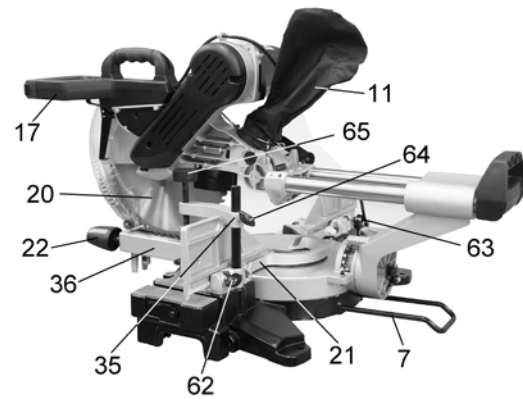

Рис. 12
10.5.7. Параллельность лазерной линии с линией распила на заготовке регулируйте поворотом лазерного указателя (27), предварительно ослабив его крепление винтом (61), Рис.12.
## 11. УСТАНОВКА ОБРАБАТЫВАЕМОЙ ЗАГОТОВКИ (Рис.12)